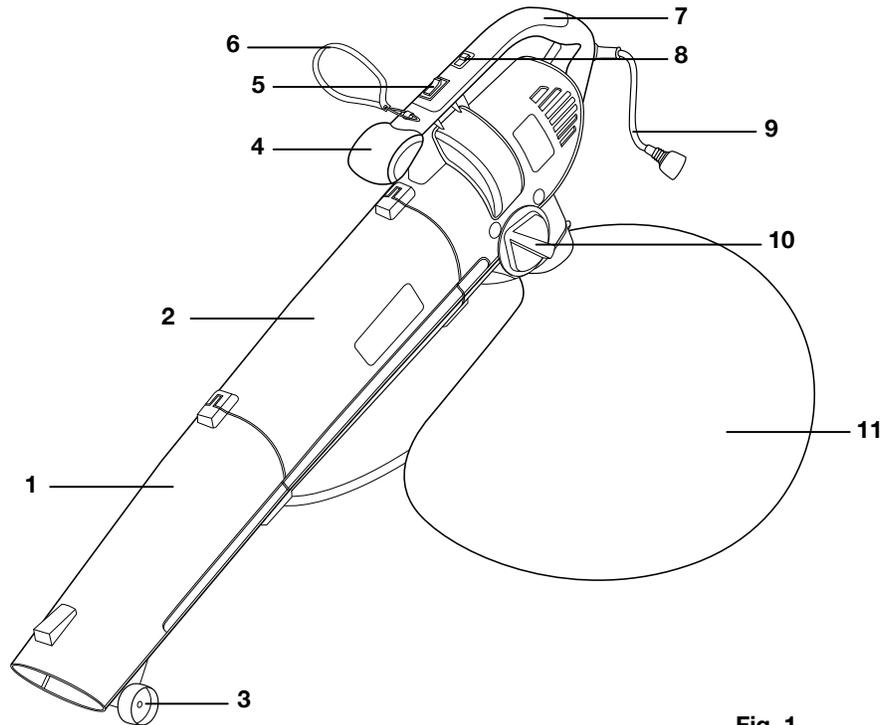

Fig. 1
- Compruebe que el paquete contenga todas las piezas según se ilustran en la Fig. 1 de la página 4.